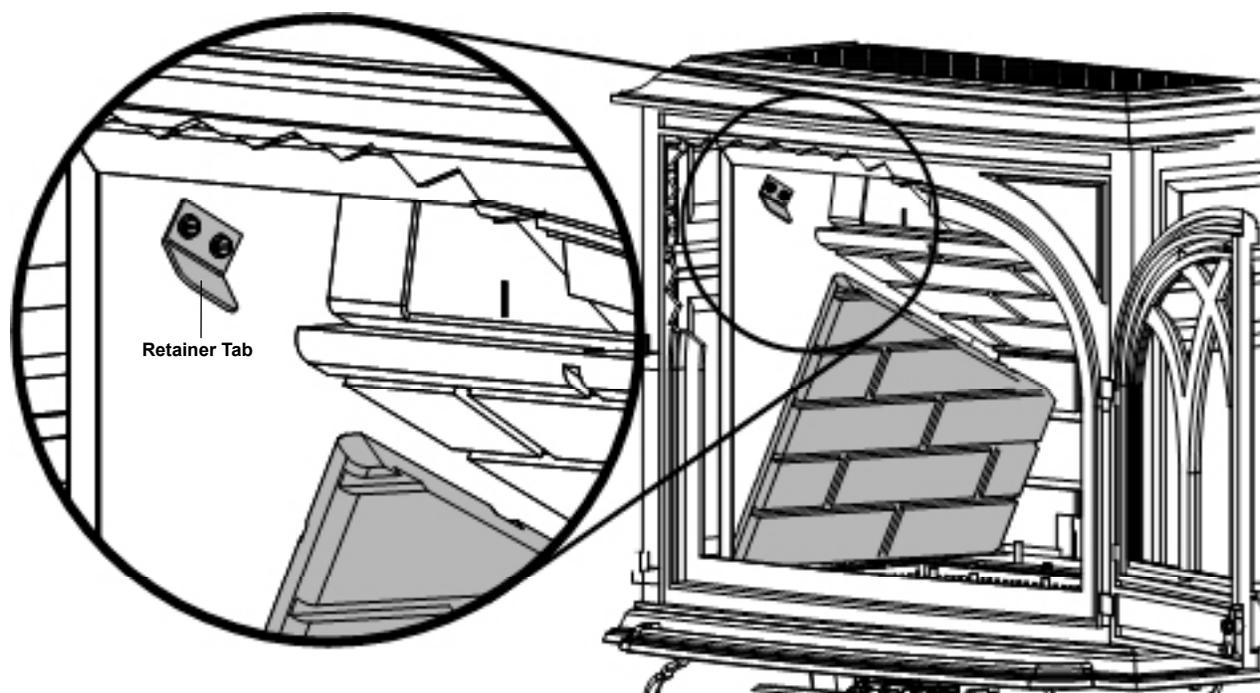

Figure 29. Installez les panneaux supérieur et latéraux.
2. Pliez légèrement la languette de fixation, de chaque côté de la chambre de combustion. Voir fig. 29. Mettez en place un panneau latéral et pliez la languette de fixation vers le bas pour fixer le panneau.
3. Placez le panneau supérieur sur le panneau inférieur. Tenez-le en place tout en plaçant le panneau latéral opposé contre la paroi. Fig. 29.